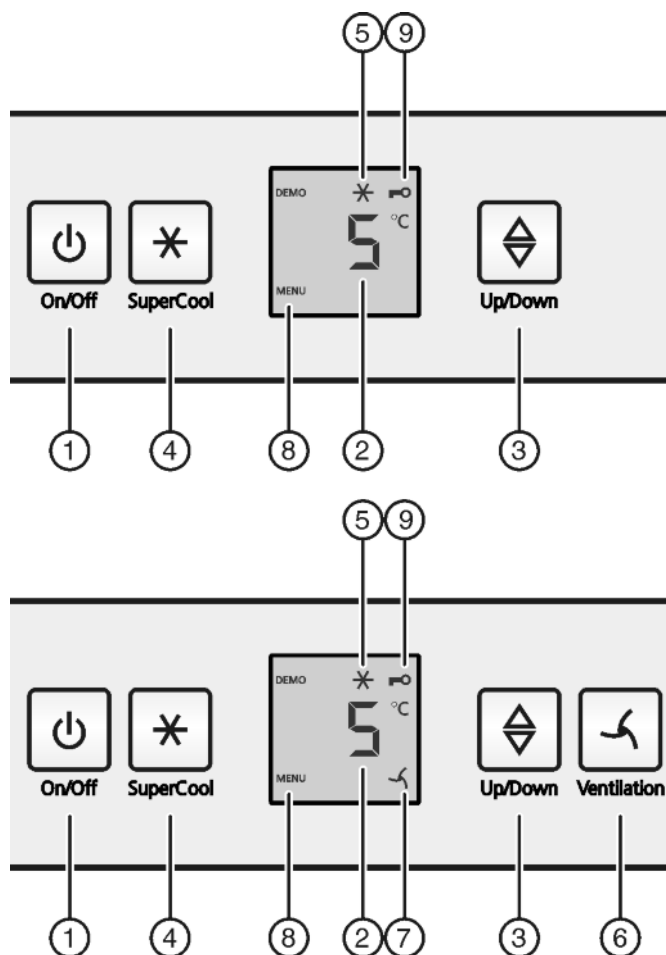

Fig. 2
- ▶ Taste On/Off Fig. 2 (1) drücken.
- ▶ Taste SuperCool Fig. 2 (4) ca. 5 Sekunden drücken.
- ▷ In der Anzeige wird das Symbol Menu Fig. 2 (8) angezeigt.
- ▶ Mit der Taste SuperCool Fig. 2 (4) kurz bestätigen.
- ▷ Das Symbol Kindersicherung Fig. 2 (9) leuchtet in der Anzeige.
- ▶ Die Taste On/Off Fig. 2 (1) kurz drücken.
- ▶ Temperaturfunktion aufrufen: Die Einstelltaste Fig. 2 (3) drücken.
- ▶ Temperatur in 1 °C -Schritten ändern: Einstelltaste Fig. 2 (3) so oft drücken, bis die gewünschte Temperatur in der Temperaturanzeige leuchtet.
- ▶ Taste SuperCool Fig. 2 (4) kurz drücken.
- ▷ Das Symbol SuperCool *Fig. 2 (5)* leuchtet in der Anzeige.
- ▶ Taste SuperCool *Fig. 2 (4)* kurz drücken.
- ▷ Das Symbol SuperCool *Fig. 2 (5)* erlischt in der Anzeige.
- ▶ Taste Ventilation *Fig. 2 (6)* kurz drücken.
- ▷ Das Symbol Ventilation *Fig. 2 (7)* leuchtet.
- ▷ Das Symbol Ventilation *Fig. 2 (7)* erlischt.